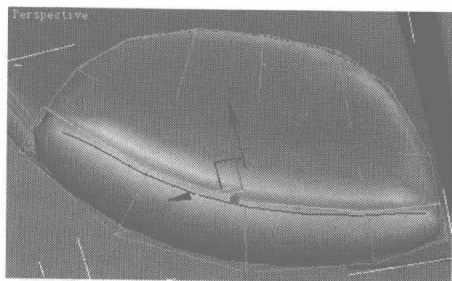

图 5.519
- 03** 选择如图 5.519 所示的曲线，调整到如图 5.520 所示的位置。选择如图 5.521 所示的面，单击 **Extrude**  右边的小按钮，在弹出的对话框中设置如图 5.522 所示参数，模型显示如图 5.523 所示。